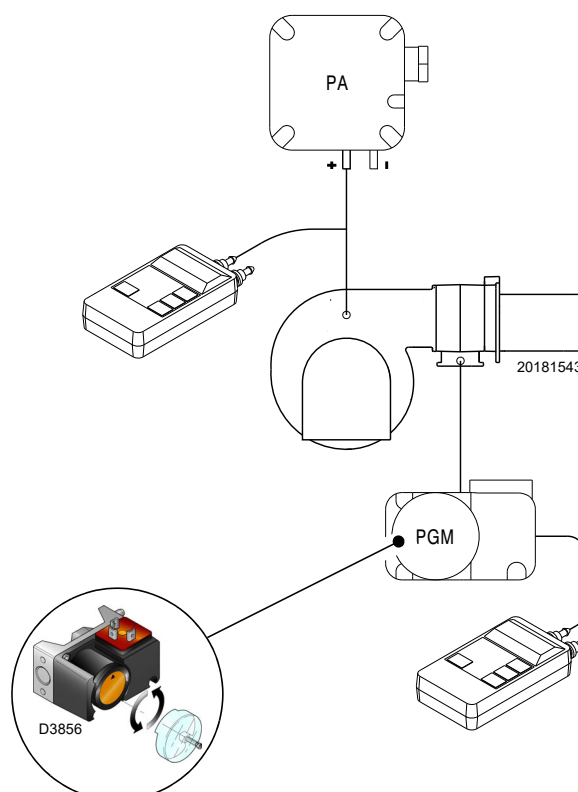

Fig. 30
- Régler le pressostat gaz maximum (Fig. 30 à la page 31) en fin d'échelle.
Effectuer le réglage du pressostat gaz seuil maximum (Fig. 30) après avoir effectué tous les autres réglages du brûleur avec le pressostat gaz seuil maximum réglé en fin d'échelle.